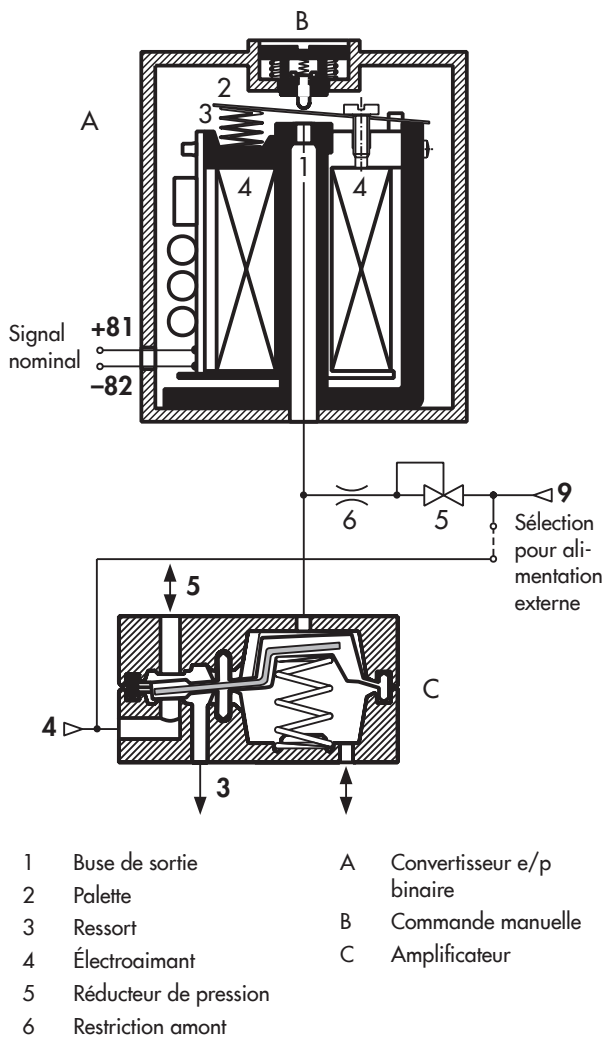

Fig. 4 : Électrovanne avec élément de commutation à membrane en tant qu'amplificateur ( $K_{VS}$  0,16)
Les électrovannes se composent d'un convertisseur électropneumatique binaire (A) à commande manuelle (B, en option) et d'un amplificateur monostable (C) avec ressort de rappel (Fig. 4).